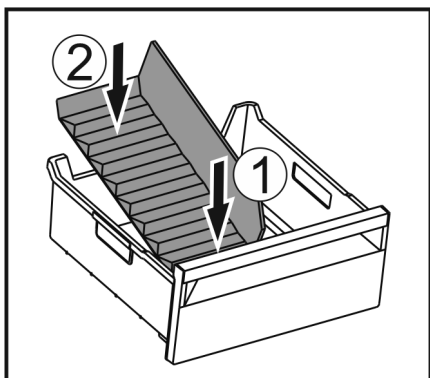

Fig. 214
- ▶ Vložte přední část přepážky přihrádky na led. Fig. 214 (1)
- ▶ Zadní část přepážky přihrádky na led spusťte až na dno zásuvky. Fig. 214 (2)